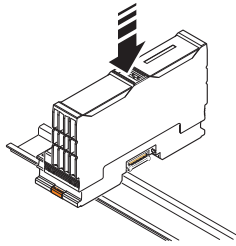

Abb. 6-8 Buskoppler aufrasten
- Setzen Sie den Buskoppler **senkrecht** auf die Tragschiene, bis er hörbar aufrastet (Abb. 6-8).